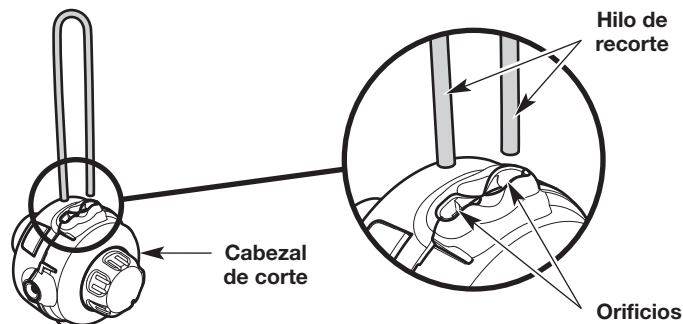
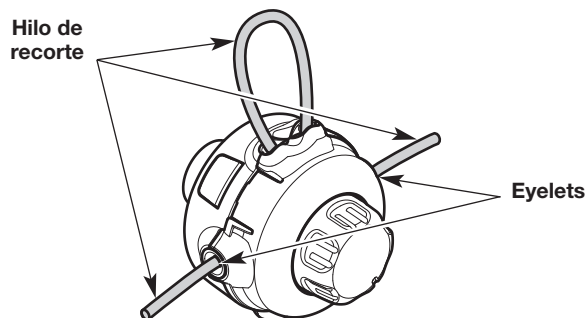

Fig. 31
Fig. 32
3. Inserte los extremos del nuevo hilo de recorte dentro de los orificios del cabezal de corte (Fig. 31). Empuje el hilo a través de los orificios hasta que los dos extremos sobresalgan de los ojales (Fig. 32).